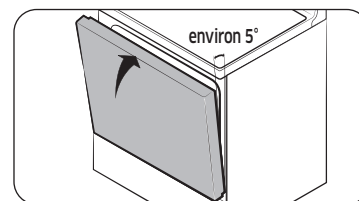

Fig. 1
- Fermez la porte jusqu'à la position de retrait de la porte, soit à environ 5 degrés de la position verticale (Fig. 1).